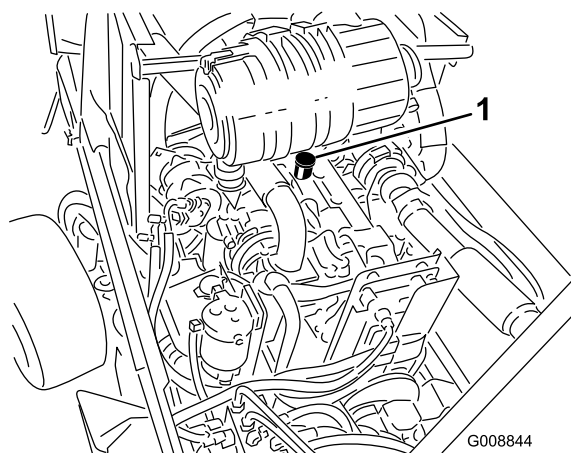

Figura 62
3. Si el nivel de aceite está por debajo de la marca Bajo (L), retire el tapón de llenado (Figura 62) y añada aceite hasta que el nivel llegue a la marca Lleno (F). **No llene demasiado.**